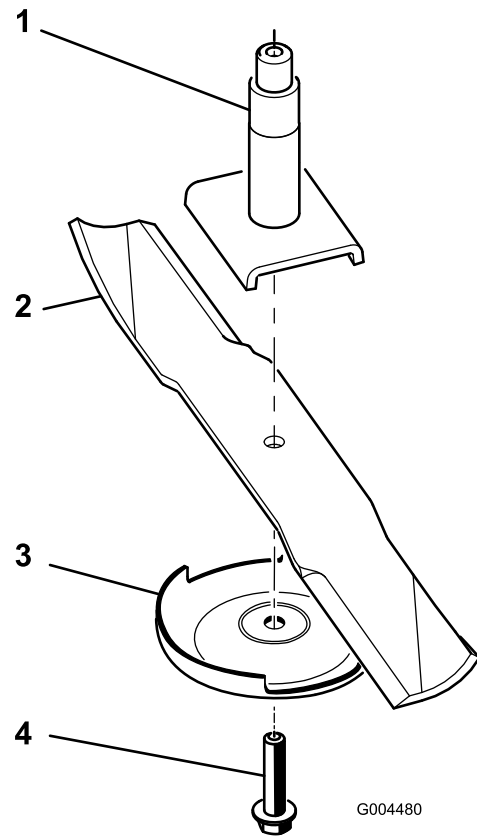

Bild 73
2. Entfernen Sie die Messerschraube, die Antiskalpierplatte und das Messer von der Spindelwelle (Bild 73).
Hinweis: Wenn das Schnittmesser in seiner horizontalen Position bleibt, ist es ausgewuchtet und kann wiederverwendet werden. Feilen Sie, wenn das Schnittmesser nicht ausgewuchtet ist, vom Flügelbereich des Messers etwas Metall ab (Bild 73). Wiederholen Sie diesen Vorgang, bis das Messer ausgewuchtet ist.
1. Setzen Sie das Messer auf die Spindelwelle (Bild 73).
2. Montieren Sie die Antiskalpierplatte und die Messerschraube (Bild 73).